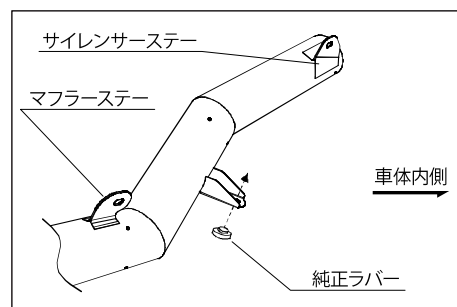

図.3
- ② 図.3を参考に純正スタンドストッパーラバーを移設します。センタースタンド左側に付いている純正ラバーを本製品に取り付けて下さい。